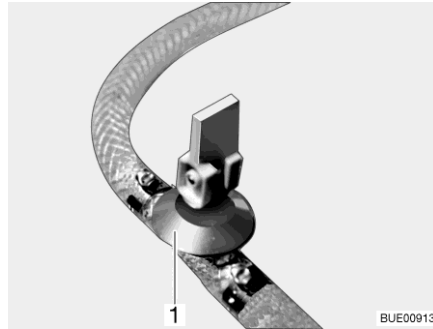
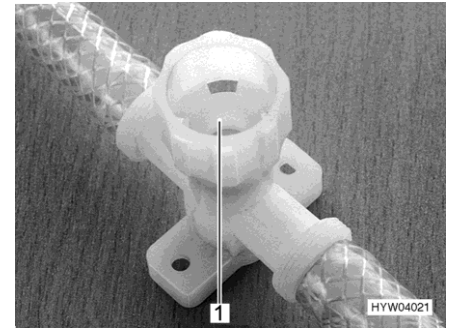

Fig. 281 Robinet de vidange (avec levier à bascule)
Fig. 282 Robinet de vidange (avec capuchon tournant)
- Ouvrir tous les robinets de vidange. Placer pour ce faire le levier à bascule (Fig. 281,1) à la verticale ou faire tourner le capuchon du robinet de vidange (Fig. 282,1) dans le sens inverse des aiguilles d'une montre.